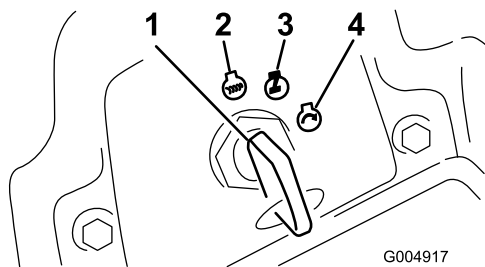

Figure 18
6. Tournez la clé dans le sens horaire en position de marche (Figure 18).
3. Tournez la clé de contact à la position contact coupé (Figure 18). Attendez l'arrêt de toutes les pièces en mouvement avant de quitter la position de conduite.